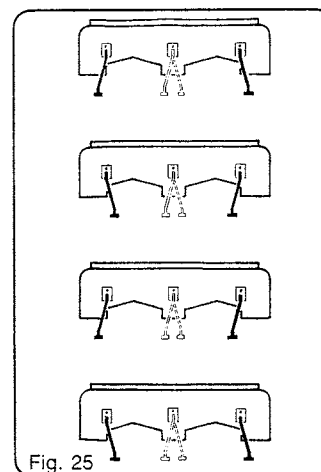

Fig. 25
Les pieds supports (1) peuvent se fixer sur les trémies suivant 4 dispositions (fig. 25); la mise en place aux endroits libres de la poutre s'en trouve facilitée.